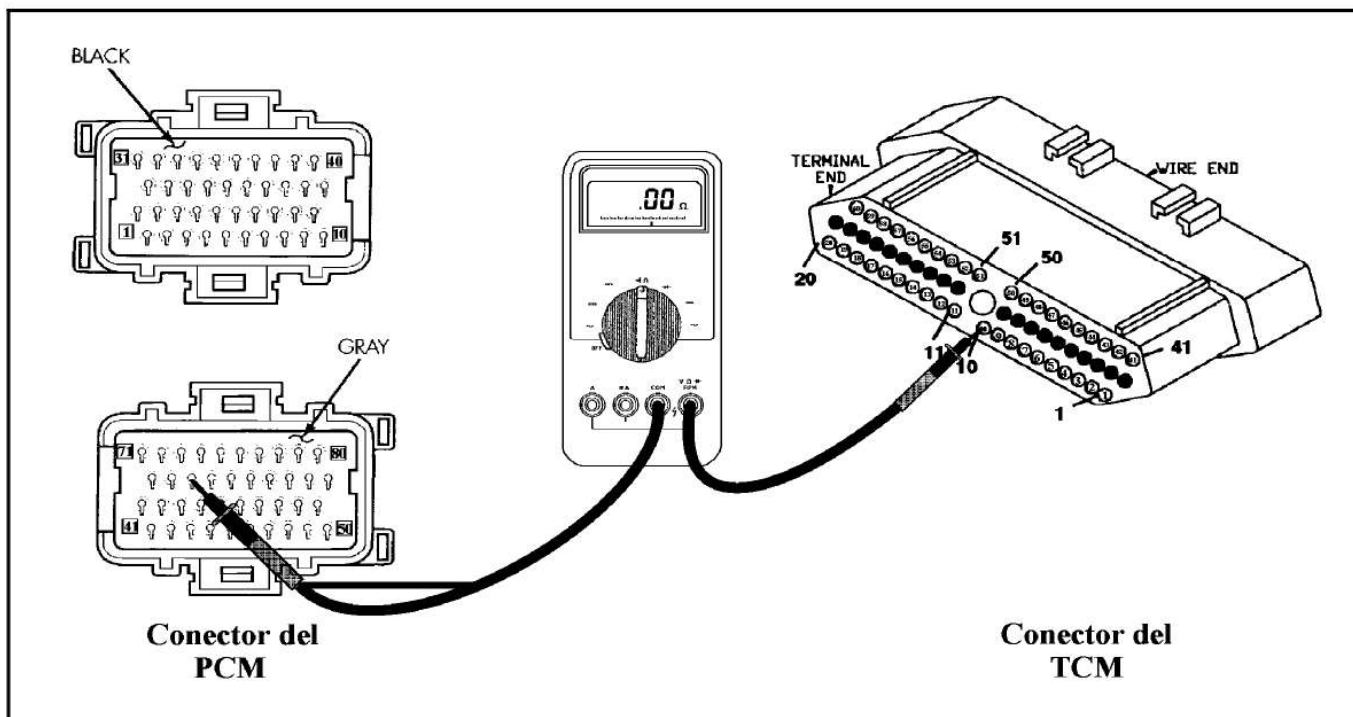

Figura 59
- Mantenga la ignición apagada y desenchufe el PCM. Realice una prueba de continuidad al alambre colocando un cable del metro en la cavidad 63 del conector del PCM y en la cavidad 10 en el conector del TCM (Vea la figura 59). Si hay menos de 5 ohms de resistencia, cambie el PCM. Si hay un abierto, repare o reemplaze el alambre averiado.